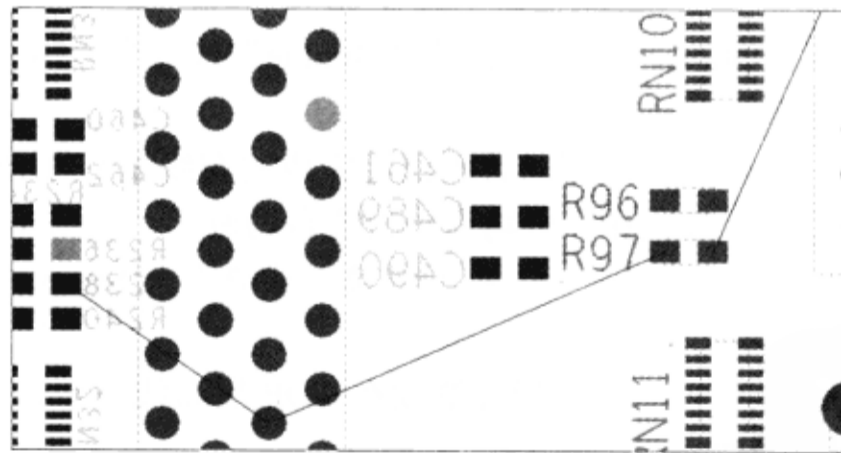

图 4-2-7 显示引脚
(1) 在“Allegro PCB SI XL”窗口执行菜单命令“Zoom By Points”→单击鼠标左键并拖动鼠标→建立一个包围 R238 的矩形区域，如图 4-2-7 所示。